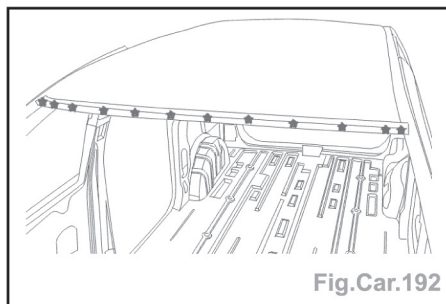

Fig.Car.192
- Ôter les rivets de la partie AV (12 rivets) (Fig.Car.192).